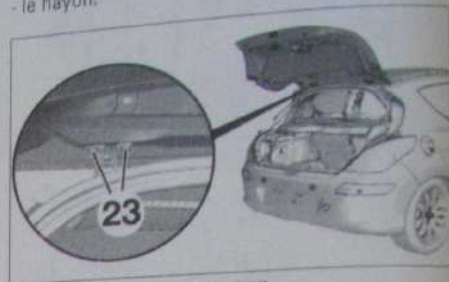

Fig. 177
- les vis de fixation (23) (Fig. 177),